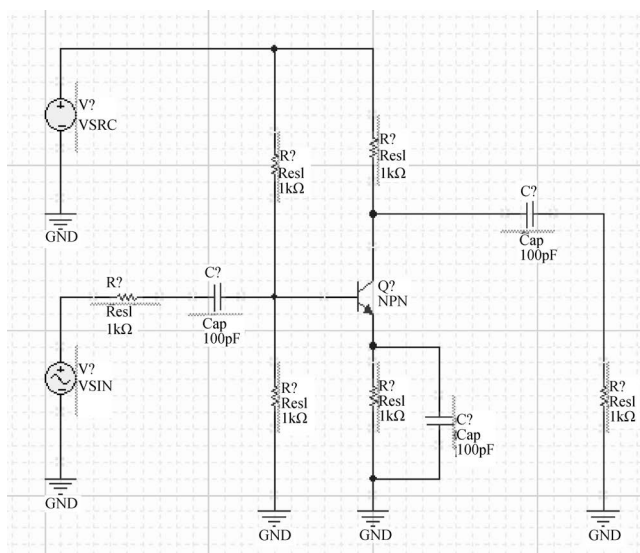

图 3-25 连接电路元器件和信号源
(4) 单击 AD 软件主界面下工具栏内的连线按钮,将这些元器件和信号源按照图 3-25 所示的方式进行连接。